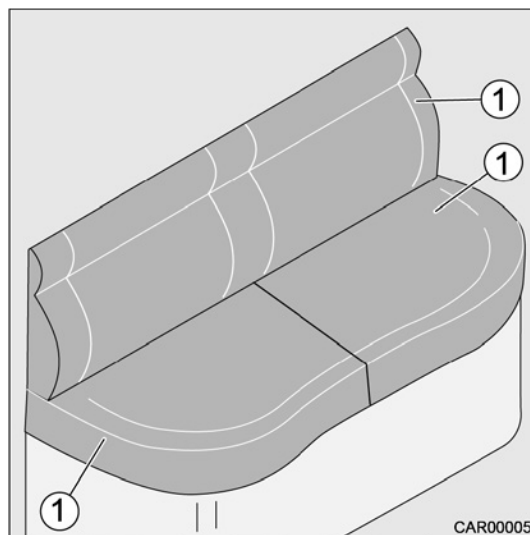

Fig. 44 Transformation du 5e siège
- 1. Retirer tous les coussins (Fig. 44/1).